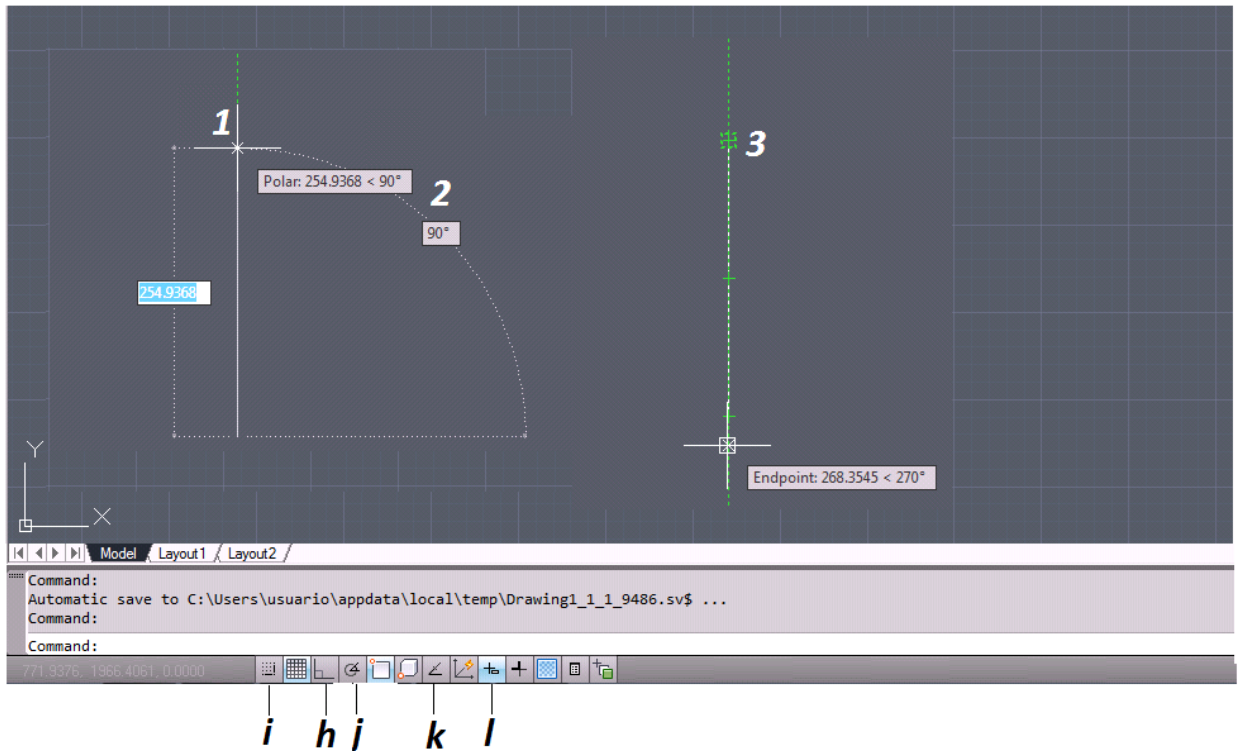

Figura 3.7. Teclas de Función
- h. **ORTO – ORTHO [F8]:** Ortogonal obliga al cursor a tener desplazamientos ortogonales (horizontales o verticales) (*figura 3.7 “1”*); se activa/desactiva con F8 y también se localiza en la línea de estado (*figura 3.7*).
- i. **FORZAR CURSOR – SNAP [F9]:** Forzar cursor obliga al cursor a tener desplazamientos según los valores de la rejilla, horizontales o verticales. Ubicado en la línea de estado (*figura 3.7*).
- j. **POLAR - POLAR [F10]:** Este comando nos muestra cuando el cursor forma el Angulo indicado en la variable *polarang*; por defecto trae un Angulo de 90° (*figura 3.7 “2”*). También localizado en la barra de estado (*figura 3.7*).
- k. **RASTREO – OCTRACK [F11]:** Se activa con el botón *Rastreo (Object Snap Tracking)* en la barra de estado (*figura 3.7*). Nos indica si cerca del cursor se encuentra alguna
entidad, cuando se localiza aparece una cruz de color verde indicándonos donde esta la referencia (figura 3.7 “3”).
1. **DYNMODE – DYNMODE [F12]:** Localizada en la parte inferior en la barra de estado, esta herramienta nos muestra una caja de texto en la posición donde se encuentra el cursor, sustituye la línea de comandos y nos permite concertarnos más en el dibujo (figura 3.7).